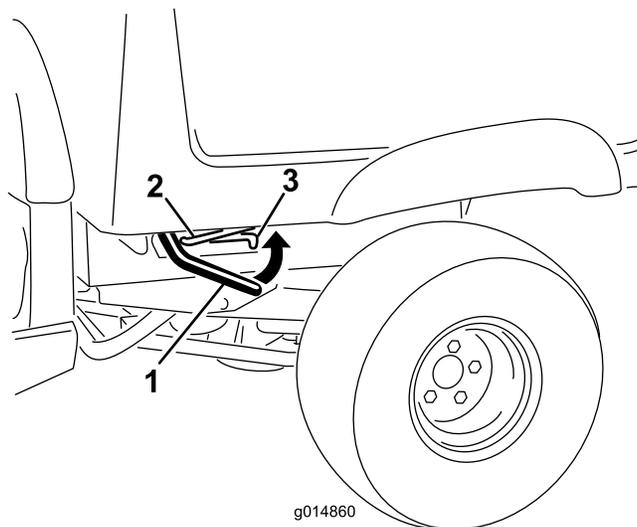

Bild 14
2. Heben Sie den Hebel an beiden Seiten der Ladepritsche an und heben Sie die Ladepritsche an (Bild 14).
3. Ziehen Sie die Stützstange in die Auskerbung, um die Staubox zu befestigen (Bild 14).